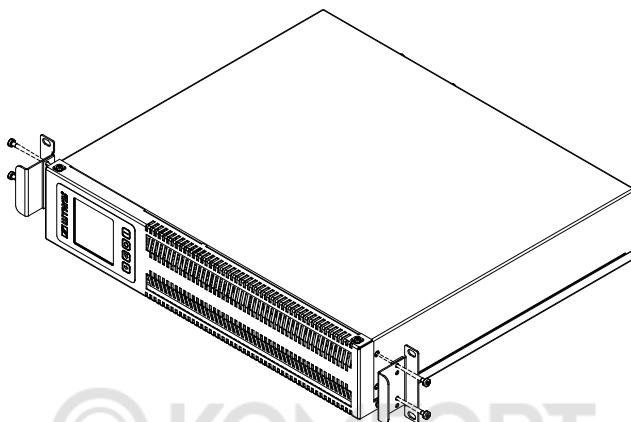

Рисунок 16. Установка кронштейнов для горизонтального крепления у ИБП Штиль STR1101L, STR1101SL и STR1101LD⁴
- вертикально на ровной горизонтальной поверхности (**рисунок 16, 2б** и **3б**);